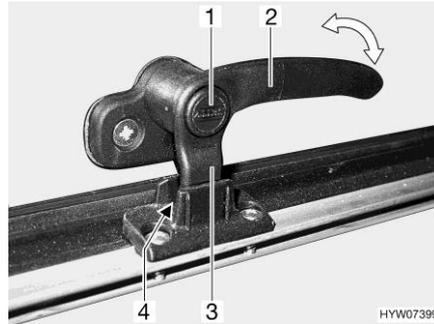
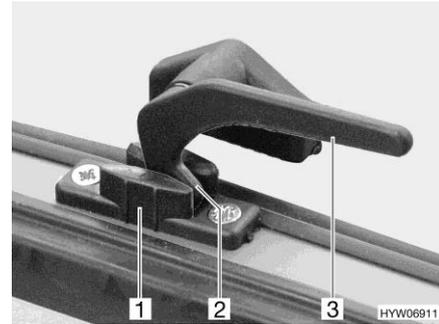

Fig. 100 Levier de verrouillage avec bouton de sécurité en position "Aération permanente"
Fig. 101 Levier de verrouillage en position "Aération permanente"
- En position "Aération permanente" (Fig. 100 et Fig. 101)
- S'il existe, appuyer sur le bouton de sécurité (Fig. 100,1) et le maintenir enfoncé.
- Tourner le levier de verrouillage (Fig. 100,2 ou Fig. 101,3) d'un quart de tour vers le centre de la fenêtre.
- Remettre le levier de verrouillage en position initiale. Le tenon de verrouillage (Fig. 100,3 ou Fig. 101,2) du levier de verrouillage doit pénétrer alors dans le logement prévu à cet effet dans le verrouillage de fenêtre (Fig. 100,4 ou Fig. 101,1).
- Relâcher le bouton de sécurité (Fig. 100,1) s'il y en a un.